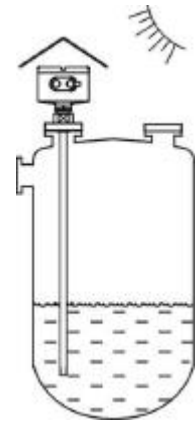

Fig. 6.5
- Caso o transmissor seja instalado em um tanque localizado em campo, recomenda-se a colocação de uma cobertura sobre o invólucro de modo a evitar um aquecimento excessivo quando houver a incidência direta do sol. Observe a Fig. 6.5.